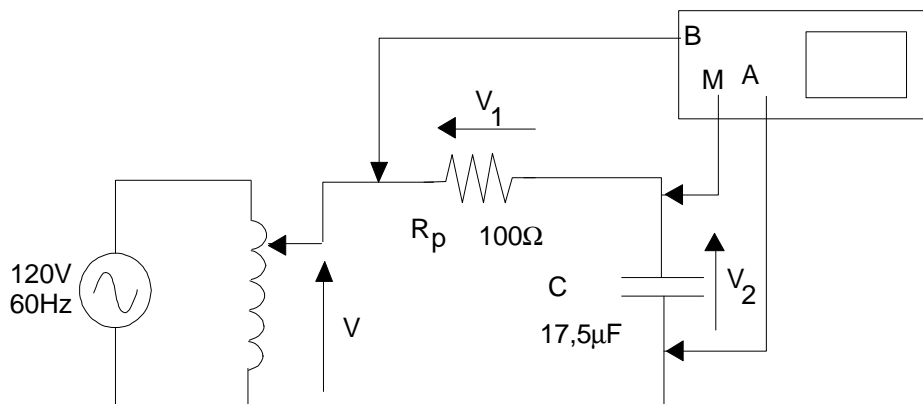

Figura 4.2
2. En el circuito de la figura 4.2, calcular los valores de tensión y corriente para una salida en el variac de 30V y 40V respectivamente. Calcular para los dos casos el ángulo de desfase entre la corriente I y la tensión aplicada V .
Armar el circuito de la figura 4.2. Medir R_p con el óhmetro. Medir los valores de las tensiones del circuito para una tensión de salida en el variac de 30V y 40V. Observe si $\sum |\bar{V}_i| = |\bar{V}_t|$. ¿Qué concluye?. Por el método de las tres tensiones determine el valor de la impedancia del condensador C. ¿Qué método es mejor para medir la impedancia de C?. Justifique. Conecte las puntas del osciloscopio como se indica y mida el desfase. ¿Qué desfase es el que está midiendo y cómo se corresponde con lo que ha calculado?.